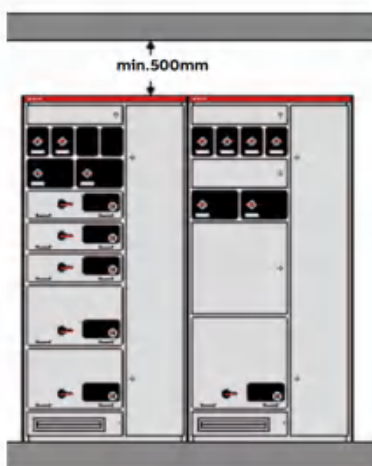

图1 柜顶预留空间
- 柜顶距离天花板的距离至少为500mm，为柜体防故障电弧使用。(见图1)